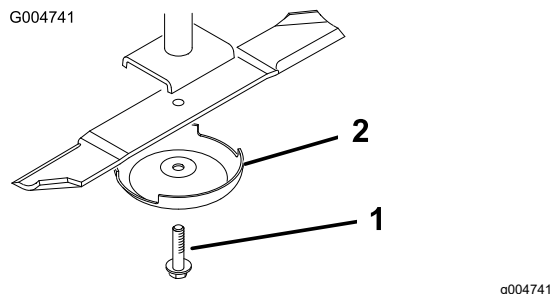

Figura 72
3. Togliete il bullone, la coppa antistrappo e la lama dall'asse del perno (**Figura 72**).